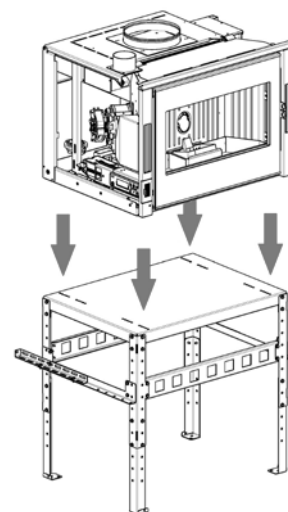

Fig. 35 - wkład przymocować na górze;
- Oprzeć wkład na konstrukcji, przymocować go śrubami w odpowiednich gniazdach (patrz **Fig. 35**);